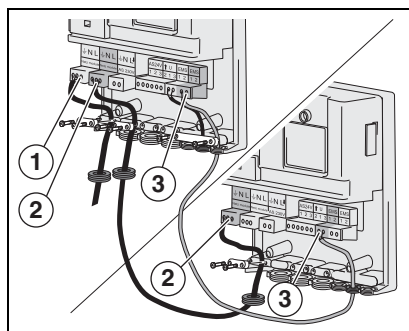

Fig. 4 Ligar dois módulos entre si, estabelecer ligação à rede
É possível ligar entre si vários módulos diferentes (por exemplo EM10 e VM10). Para poder ligar entre si dois ou mais módulos é possível shuntar sempre a ligação de rede (→ fig. 4, [2]) e a ligação EMS (→ fig. 4, [3]).
- Ligar o regulador de temperatura Logamatic RC à ligação EMS (→ fig. 4, [3]).
- Conecte a ligação de rede de 230 VAC (→ fig. 2, [1] e fig. 4, [1]).